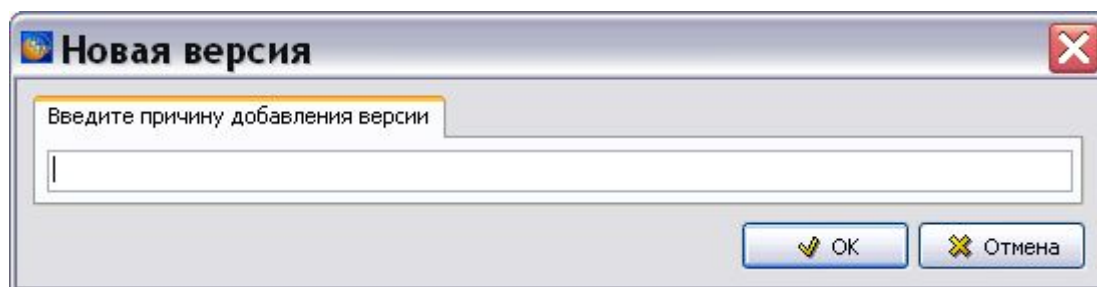

Рис. 9.16
5. Выделите версию МД, нажмите на кнопку  и выберите «На основе указанной». При создании новой версии (это применимо к версиям МД, начиная с третьей) на основе указанной все данные об изменениях, внесенных ранее в указанную версию, должны удаляться. Если в свойствах проекта выбран параметр **Запрашивать причину создания версий** (См. раздел «Вкладка «Дополнительные параметры»»), то появится окно для ввода причины добавления версии (Рис. 9.16).